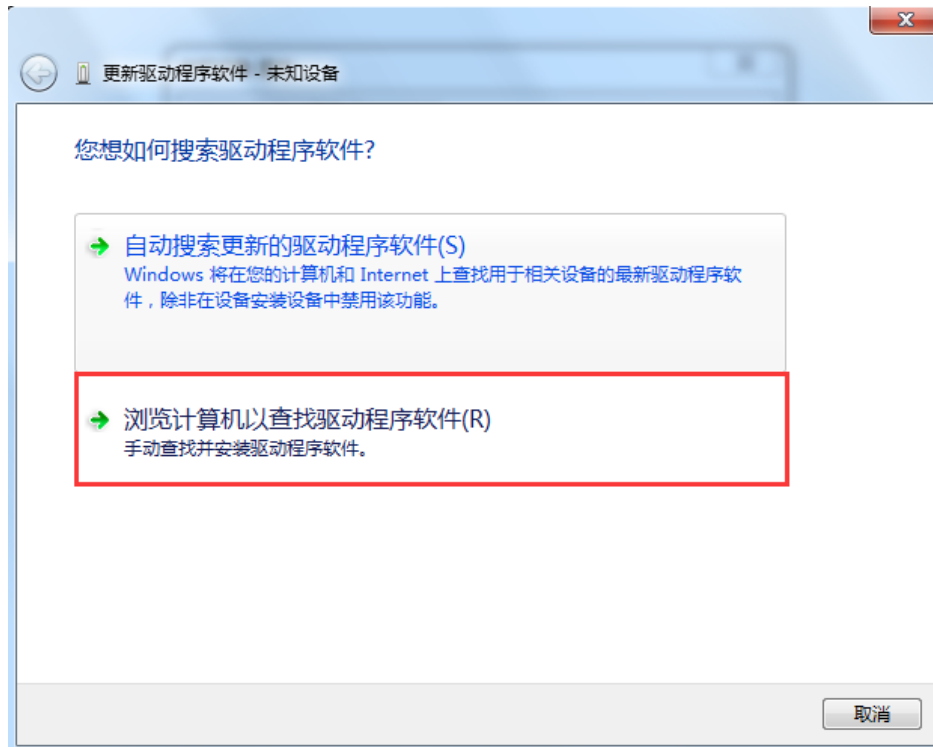

图 6 驱动程序软件查找方式
3. 右击“未知设备”，再选中“更新驱动”，弹出图 6 提示,选择 “浏览计算机以查找驱动程序软件(R)”。